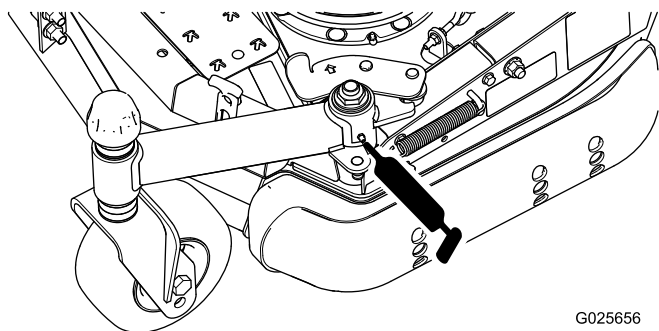

Bild 19
- Klappbarer Laufradarm-Drehzapfen (1) (Bild 19)